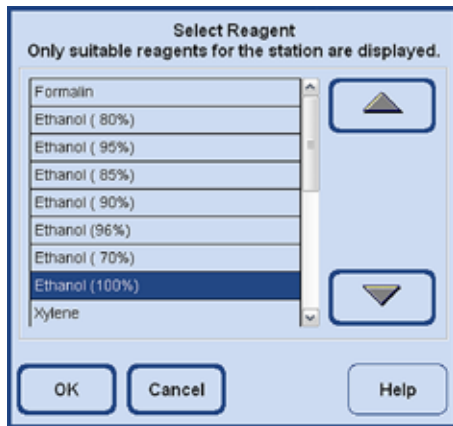

Fig. 169
- Acum trebuie selectat reactivul cu care trebuie umplut recipientul evidențiat (bineînțeles, reactivul conținut în stația externă) (Fig. 169).